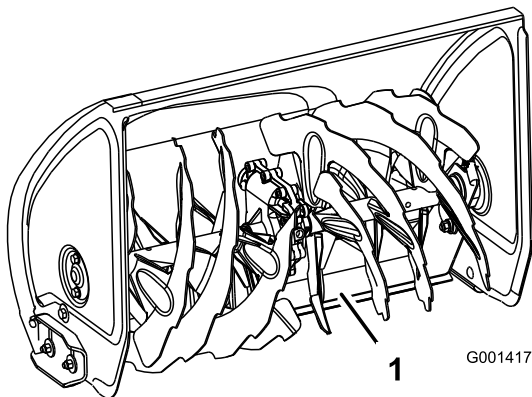

Bild 44
4. Drücken Sie die Griffe nach unten, damit die schwenkbare Schürfleiste ganz nach vorne gehen kann. Stellen Sie dann die Vorderseite der Schneefräse ab, sodass die Vorderkante der schwenkbaren Schürfleiste den Boden berührt (Bild 44).